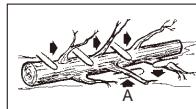

Fig. 12
Afkvistning er hvor man fjerner grenene fra et fældet træ. Undgå at fjerne stættende grene (A), før stammen er skæret i længder (Fig.12). Grene under pres, skal skæres op fra bunden, for at undgå at saven kommer i klemme.